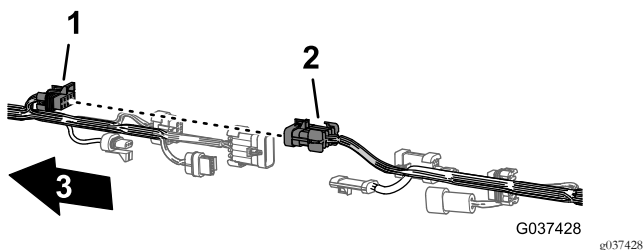
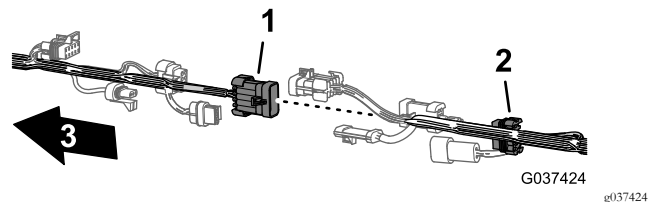

Figura 15
Figura 19
2. Desligue os 6 pares de conectores entre a cablagem dianteira e traseira, como se mostra de Figura 15 a Figura 19.